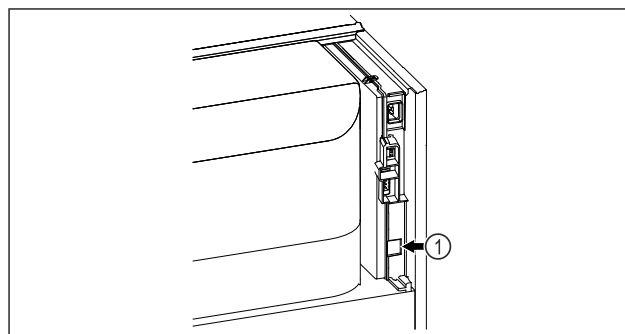

Fig. 125
- Je používán SmartModule Fig. 125 (1).